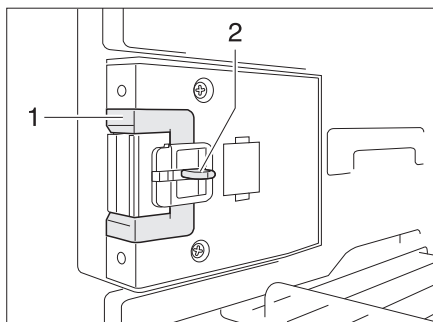
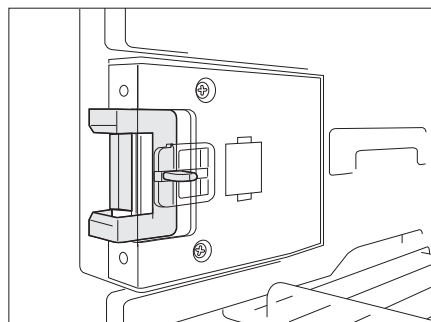

Fig. 145 Dispositif de fermeture en position normale
Fig. 146 Dispositif de fermeture en position de ventilation
- Appuyer sur le déverrouillage (Fig. 145,2).
- Pousser le dispositif de fermeture (Fig. 145,1) vers l'avant (Fig. 146).